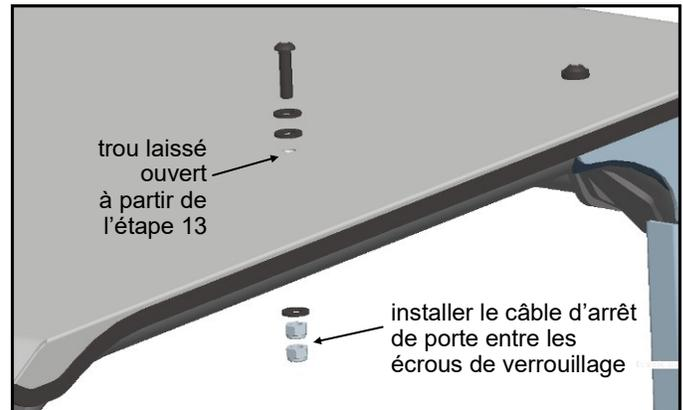

Fig. 14.1 (installer le boulon du câble d'arrêt de porte)
13. À l'aide d'un tournevis, percez la toit à chaque emplacement de trou de l'intérieur vers l'extérieur pour permettre au boulon de passer. Fixez le toit aux supports à l'aide de dix boulons de tête de bouton de 5/16-18 x 1 po, de vingt rondelles en acier de 5/16 po, de dix rondelles en nylon de 5/16 po et de dix écrous de verrouillage de 5/16 po. Remarque: il restera deux trous ouverts à ce moment-là qui sont montrés à la fig. 14.1.
14. Selon les figures 14.1 et 14.2, installez le boulon du câble d'arrêt de porte (un par côté du toit) comme indiqué. Utilisez le matériel suivant par côté : un boulon de tête de bouton de 5/16-18 x 1 1/4 po de long, deux rondelles en acier, une rondelle en plastique et deux écrous de verrouillage. Avec le toit orienté comme indiqué (avec la garniture de toit abaissée), installez une rondelle en acier et une rondelle en plastique sur le boulon. Alimentez le boulon à travers la tôle et à travers la garniture de toit en mousse. Installez la deuxième rondelle en acier et un écrou de verrouillage. Serrez l'écrou de verrouillage. Installez une extrémité du câble d'arrêt de porte sur le boulon. Installez le deuxième écrou de verrouillage, mais ne le serrez pas contre le câble d'arrêt de la porte. Il devrait y avoir un petit espace intentionnel pour que le câble puisse tourner librement. Répétez l'opération dans le dernier trou de toit restant.